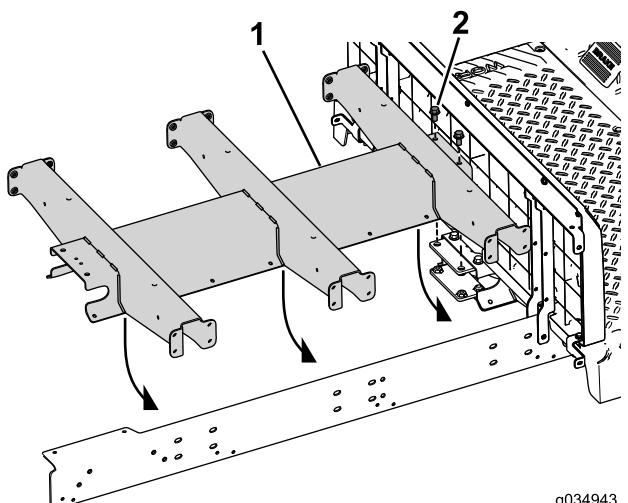

図 73
4. センターチャネルと後マウントに、ボルト $3/8 \times 3/4$ インチ2本とワッシャを取り付ける図73。